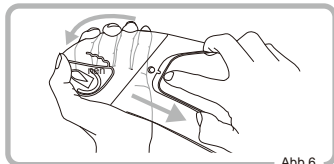

Abb.6
- ③ Prüfen Sie, ob die gesamte Silikondichtung auf der Pinlock®-Originaleinsatzlinse fest am Visier anhaftet, indem Sie das Visier auf dem Helm anbringen. Falls zwischen beiden Platz verbleibt, schlagen Sie bitte das Kapitel „Pinlock®-Originaleinsatzlinse nach dem Befestigen anpassen“ nach und passen Sie die Linse an.
- ④ Ziehen Sie die Schutzfolie von der Pinlock®-Originaleinsatzlinse ab.
- ① Nehmen Sie das Visier vom Helm ab.
② Nehmen Sie die Pinlock®-Originaleinsatzlinse aus den Exzenterstiften heraus, indem Sie das Visier biegen. (Abb. 6)